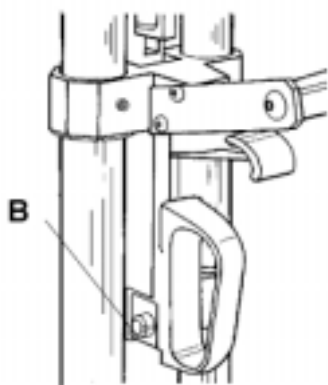

Figure 19
6. Pour découper le plastique, appuyez sans relâcher sur le LEVIER DE TAQUET COURT et appuyez sur le POSITIONNEUR (B) illustré sur la Figure 19. Ceci laissera le POSITIONNEUR automatiquement en position appuyée et l'outil de coupe pivotera loin du plastique.